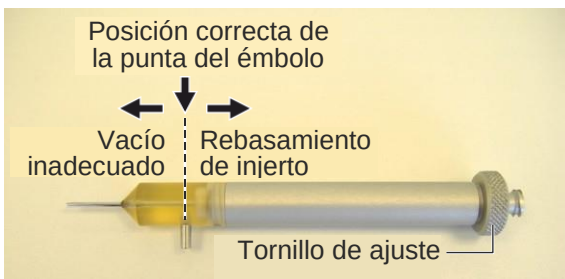

Figura 3-81. Posicionamiento correcto del émbolo en el cabezal del implantador
2. Verifique que la punta del émbolo esté alineada con el puerto de succión del cabezal del implantador, como se muestra en la Figura 3-81.
5. Utilice el tornillo de ajuste de la pieza manual para definir la posición correcta de la punta del émbolo del cabezal del implantador, como se muestra en la Figura 3-81.
En este paso, es importante que la punta del émbolo del cabezal del implantador esté en la posición correcta, es decir, alineada con el puerto de succión del cabezal del implantador, como se muestra en la Figura 3-81. En esta posición es posible la succión del injerto y la posterior expulsión hacia el área receptora.